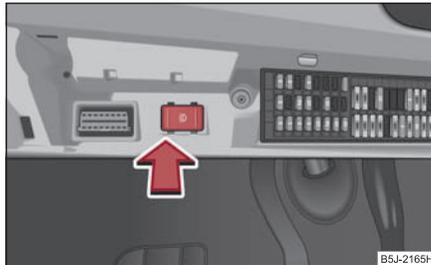

Abb. 47 Sicherungsfach: Schalter für Tagesfahrlicht
- Schalten Sie den Schalter für das Tagesfahrlicht ein \Rightarrow Abb. 47.
- Schalten Sie den Schalter für das Tagesfahrlicht aus \Rightarrow Abb. 47.